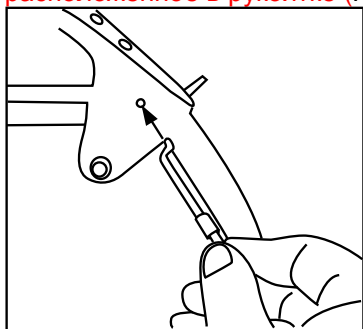

Рис.9
5. Вставьте трос включения привода шнека в отверстие, расположенное в рукоятке (Рис.9)